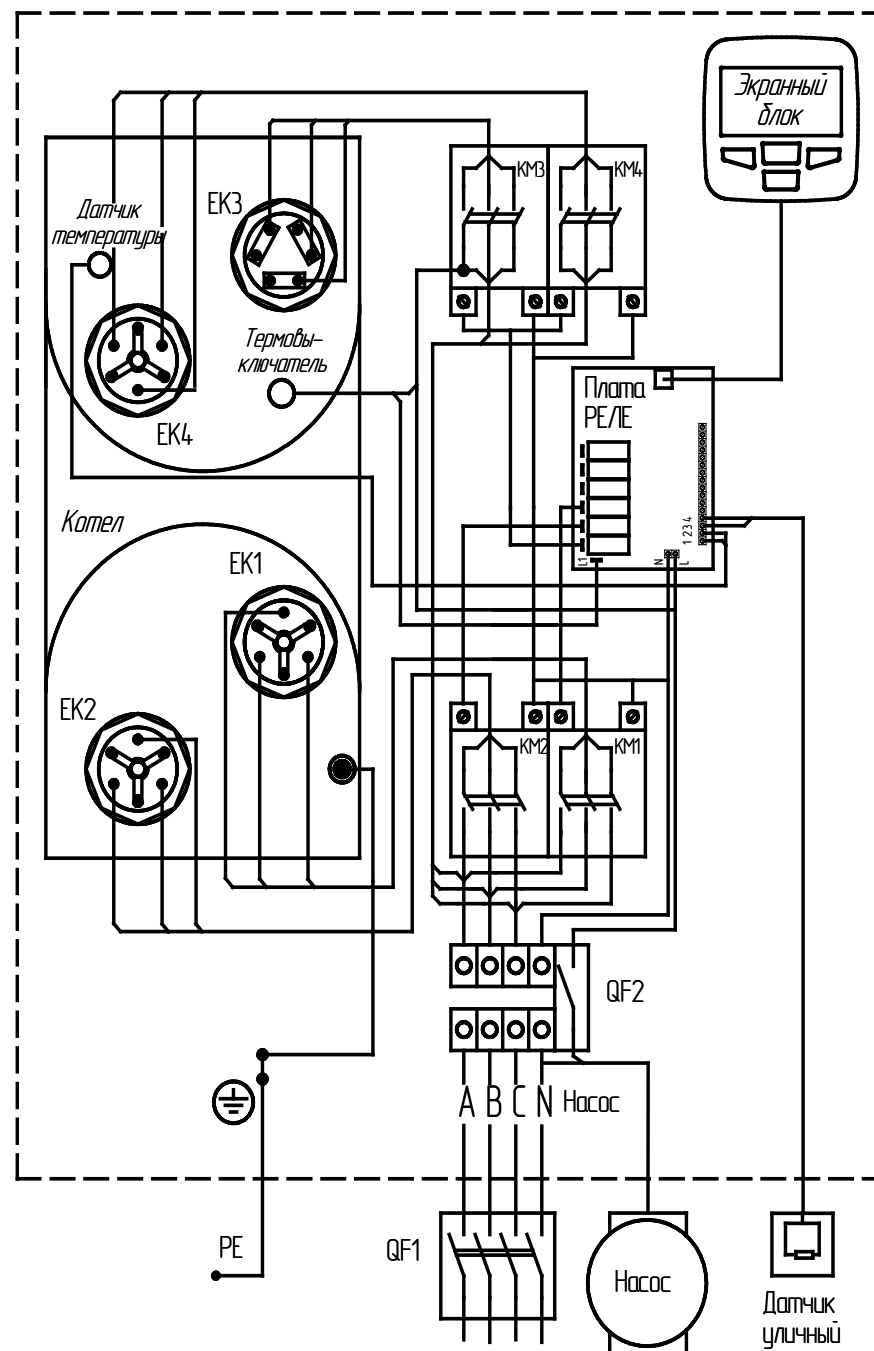

Рисунок 5.
6.1.11 Подключение силового кабеля, шнура питания циркуляционного насоса, шнура датчика температуры воздуха производится согласно ПУЭ и ППБ в соответствии с Рис. 5- 11.